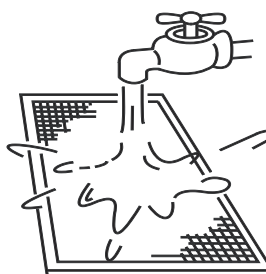

Figura 43
- b. El lado de la entrada de aire debe estar boca abajo cuando se utiliza agua limpia. (Consulte la Figura 43)